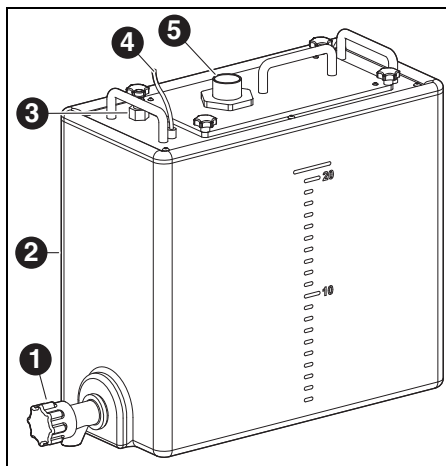

Fig. 3 Raccordements unité d'alimentation
- ▷ Connecter l'interface de commande de l'unité d'alimentation à l'arrière de la fraiseuse ([9] sur la figure 2) ainsi qu'à l'unité d'alimentation ([4] sur la figure 3) au câble de commande.